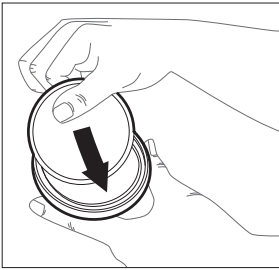

Figura 1
- a. Coloque cada filtro en la tapa del filtro, prestando atención a las instrucciones en el filtro "este lado hacia la cara" o "este lado lejos de la cara". (Figura 1).
- b. Coloque cada filtro en la cubierta del filtro (P/N N750027), prestando atención a las instrucciones en el filtro "Este lado hacia la cara" o "Este lado hacia afuera". (Figura 1).